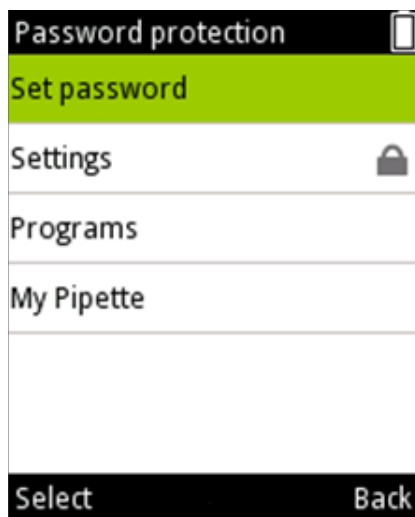

Abb. D52.
2. Wählen Sie **Set password** (Passwort festlegen) und drücken Sie  (**Select**) (Abb. D52).